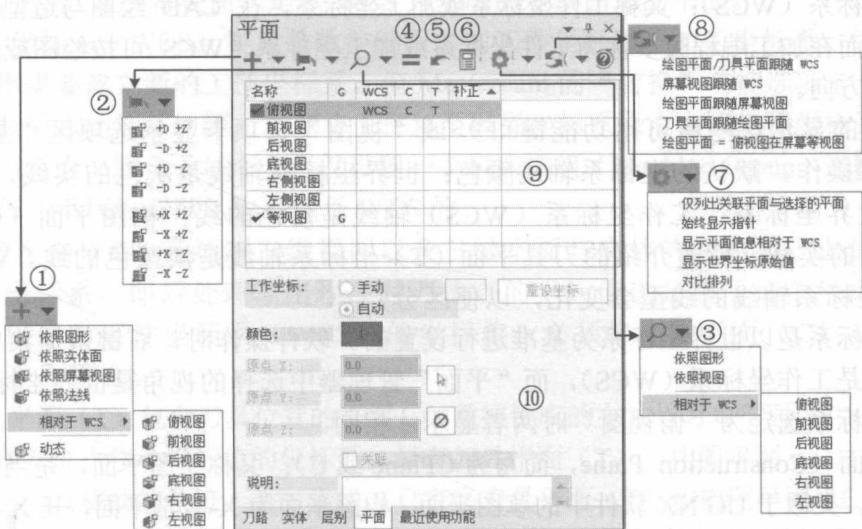

图 1-10 “平面”管理器
“平面”管理器主要用于管理和设置视角 (G, 又称屏幕视图)、工作坐标系 (WCS) 平面、构图平面 (C) 与刀具平面 (T) 等。“平面”管理器中的名称虽然似乎指的是二维的视图，但实际上按右手定则可确定垂直轴，因此其实际上是三维坐标系。图 1-10 所示默认的七个坐标系的原点是世界坐标系原点。若要指定非世界坐标系原点的坐标系，则只能利用“创建新平面”按钮 + 下拉列表中的相关命令创建新的平面（即新的坐标系）。
单击管理器中的“平面”标签可进入“平面”管理器，如图 1-10 所示。
在图 1-10 中，其上部工具栏各按钮的功能如下：
① 创建新平面按钮 ：可在平面列表现有的工作平面之外建立新的工作平面，创建方法参见其下拉工具栏命令。
② 选择车削平面按钮 ：可从下拉列表中选择车床坐标系创建车削平面，主要用于车削加工编程。
③ 查找平面按钮 ：可从下拉列表中选择平面。这个功能不如直接在列表中选择迅速。
④ 按钮 ：设置当前的 WCS 平面、构图平面（C）和刀具平面（T）及原点为选中的工作平面（单击高亮显示的视图平面）。具体操作：首先单击名称列表中的视图平面（可看见整行被选中），然后单击按钮 ，可同时将 WCS 平面、C 和 T 设置为选中的工作平面。
⑤ 按钮 ：重置 WCS 平面、构图平面（C）和刀具平面（T）为原始状态，即打开文件时存在的状态。
⑥ 隐藏平面属性按钮 ：隐藏或显示平面列表下的属性控件（区域⑩部分）。
⑦ 显示选项按钮 ：设置平面及坐标系的显示内容，详见下拉列表说明。
⑧ 跟随规则按钮 ：设置列表中平面选择的规则，这是 Mastercam 2017 新增加的功能。各种跟随规则参见图 1-10。例如，若勾选了第一条规则——绘图平面/刀具平面跟随 WCS，则选定某视图平面为 WCS 时，C 平面和 T 平面也同时指定为某视图平面，这一点在加工编程时非常有用。